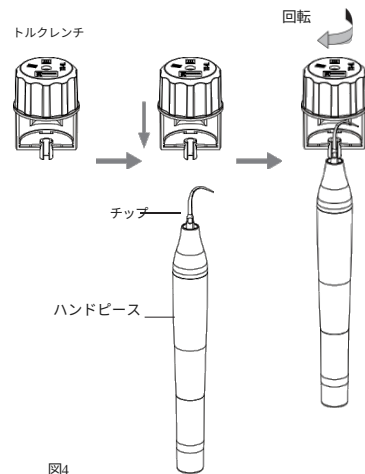

図4
- 3.3 要件に応じてスケーリングチップを選び、レンチでスケーリングチップを固定してください。（図4を参照）異なる種類のチップを使用する際は、適切な出力を選択してください
ポテンシオメータが破損している。	プをしっかりとねじ込んでください（図4）。
[注2] デンタルユニットの多機能シリンジを使用して水道管を洗浄するには（図4参照）：